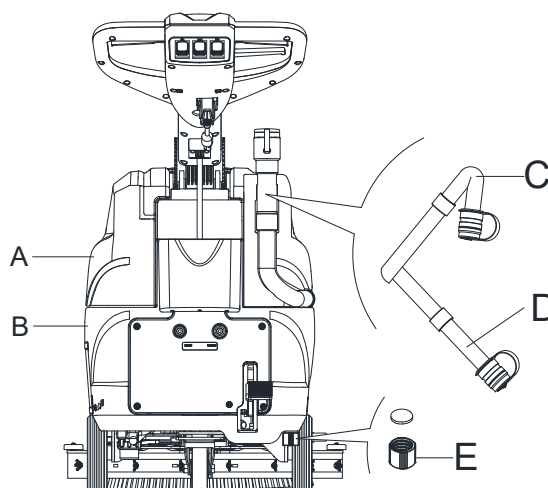

Rys. 9
Zawór pływakowy (B, Rys. 9) blokuje ssawę wtedy, kiedy zbiornik odzysku wody (C) będzie pełny. Świadczy to też o tym, że podłoga nie została osuszona.
Jeżeli system odkurzenia wyłączy się przypadkowo (na przykład gdy z powodu nagłego ruchu maszyny uruchomi się pływak), aby wznowić pracę, należy: wcisnąć wyłącznik zasilania (39 i 41) aby wyłączyć zasilanie i system ssący, a następnie otworzyć pokrywę (A, Rys. 9) i sprawdzić, czy pływak w kratce (B) nie spadł poniżej poziomu wody. Następnie zamknąć pokrywę (A), wcisnąć przelącznik zasilania (39 i 41) aby włączyć system ssący.
Po napełnieniu się zbiornika odzysku wody (C, Rys. 9) opróżnić go według procedury poniżej.
4. Opróżnić zbiornik wody zwrotnej przy użyciu przewodu (F, Rys. 7). Następnie wypłukać zbiornik (C, Rys. 9) czystą wodą.
5. Zdjąć pokrywę zbiornika zwrotnego (A, Rys. 9) i wyczyścić czystą wodą wewnątrz pokrywy oraz kratę pływaka filtra (B).
6. Sprawdzić, czy zbiornik wody recykulowanej (D, Rys. 9) nie jest zatkany obcym przedmiotem i wyczyścić go.